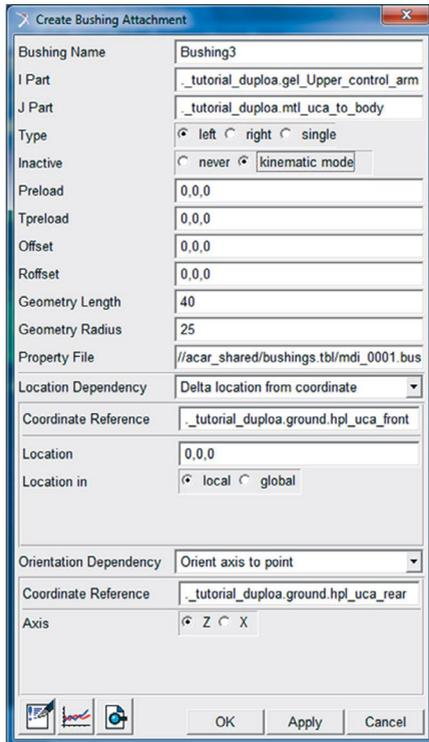

Figura 5.141 – Preenchimento da caixa de diálogo relativa à criação da bucha “*bkl_Bushing3*”.
- Para construção da terceira bucha, a qual estará localizada no *hardpoint* *hpl_uca_front* repita os procedimentos anteriores e preencha os campos da janela *Create Bushing Attachment* como ilustrado na Figura 5.141.